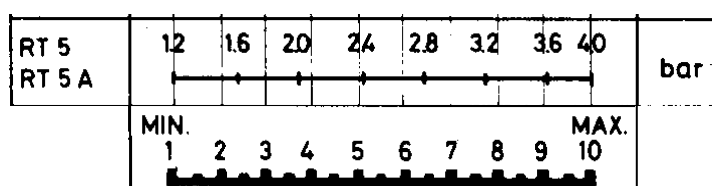

Fig. 4
- a) Rotiti butonul (1) pana cand indicatorul scarii (2) se pozitioneaza la valoarea presiuni la care se doreste re-pornirea arzatorului;
- b) Demontati capacul presostatului si pozitionati tamburul (3) la valoarea aleasa pentru diferential (oprirea arzatorului) in baza diagramei din Fig. 4.